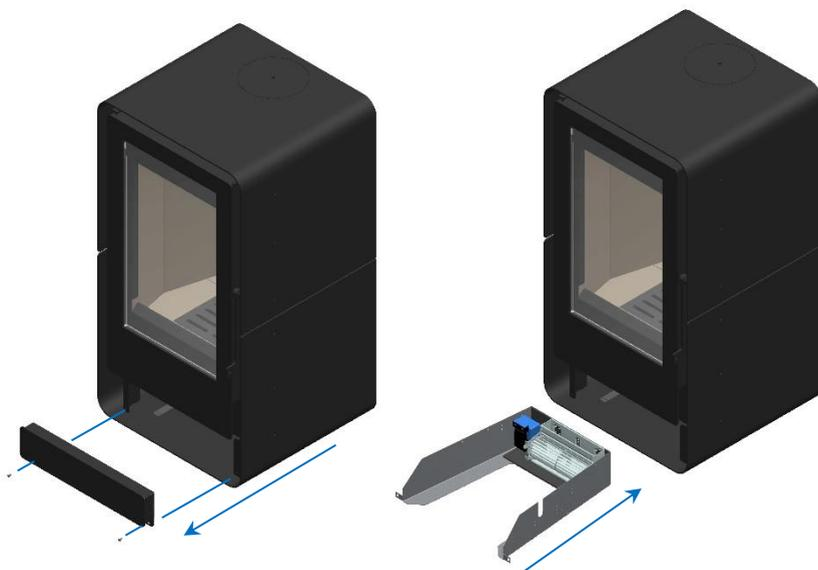

Figura 37 - Instalación del kit de ventilación en la estufa Tek Round Eco
* Para su instalación, primero debe retirar la tapa frontal de la unidad y colocar el kit de ventilación, Figura 37;